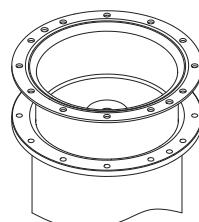

図4-6
- [2] ダイヤフラムの外周部を両手で持ち、折り込み部をていねいに上に引き出します。(図4-6参照)